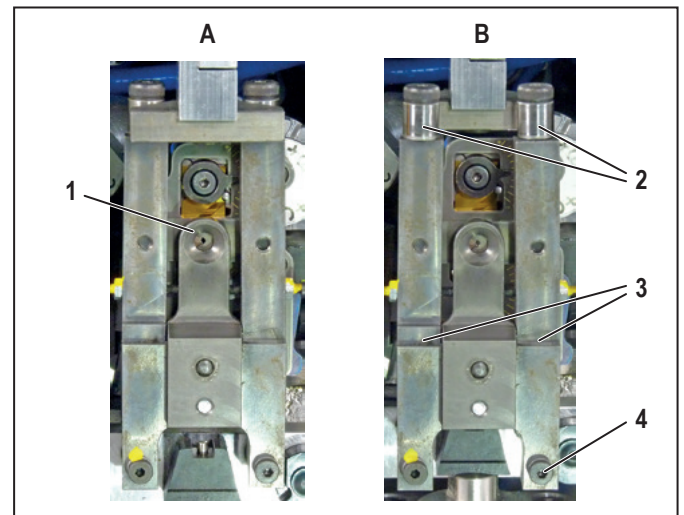

Ilustración 7.3 Unidad de fijación de cables trenzados en posición de servicio (A) y desplazada hacia delante (B)
- Tire de la unidad de fijación de cables trenzados hacia delante (Figure 7.3, B).
- Compruebe que los rodamientos (2) puedan moverse libremente. En caso necesario, lubrique los puntos de giro de los rodamientos.
- Aplique aceite en los puntos de rotación (3) de la unidad de fijación de cables trenzados.
- Asegúrese de que la unidad de fijación de cables trenzados se encuentre en la posición delantera (Figure 7.3, B).
- Retire el tornillo derecho inferior de la unidad de fijación de cables trenzados (Figure 7.3, 4).